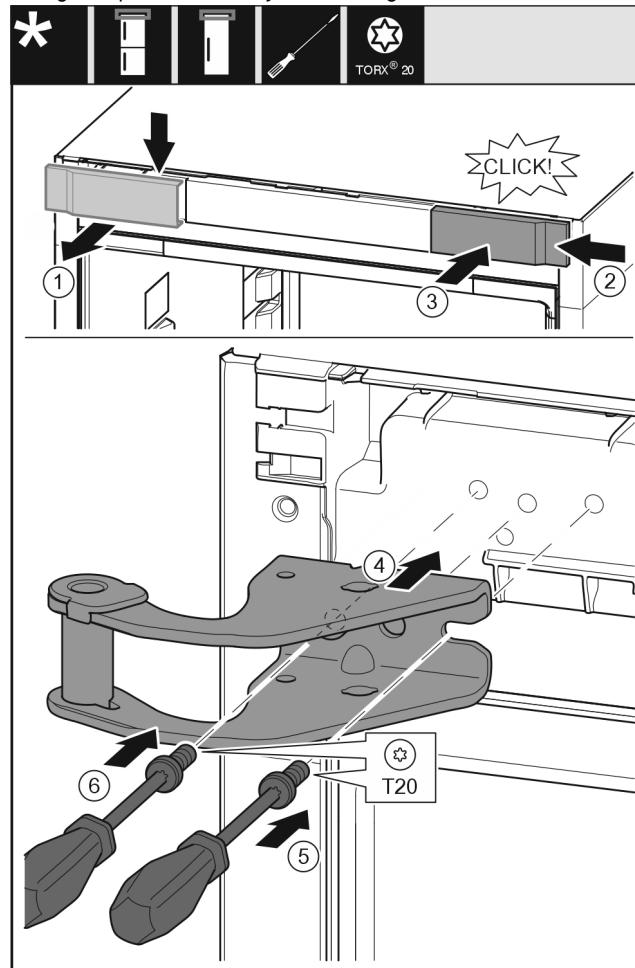

Fig. 11
- Skinite poklopac Fig. 11 (1) odozgo prema naprijed.
- Zakvačite poklopac Fig. 11 (2) okrenut za 180° na drugoj strani zdesna.
- Pustite da se poklopac Fig. 11 (3) uglavi.
- Postavite gornji podložak ležaja Fig. 11 (4).
- Odvijačem umetnите i pritegnite vijak Fig. 11 (5).
- Odvijačem umetnите i pritegnite vijak Fig. 11 (6).